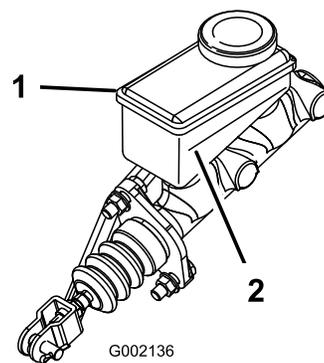

Figura 43
3. Examine a parte lateral do reservatório. O nível deverá encontrar-se acima da linha Mínima (Figura 43). Se o nível de fluido for baixo, limpe a zona em torno da tampa, retire-a, e encha o reservatório um pouco acima da linha Mínima. Não encha demasiado.